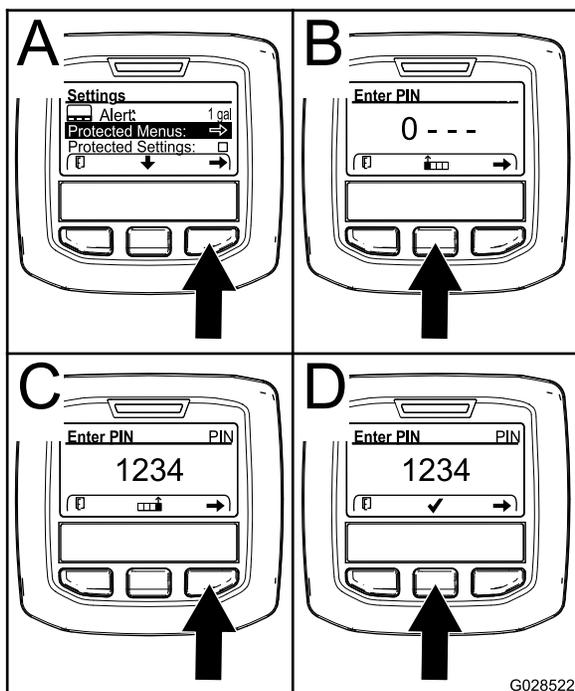

Figura 17
2. No menu de DEFINIÇÕES, utilize o botão central para ir até ao menu PROTEGIDO e prima o botão direito (Figura 17).